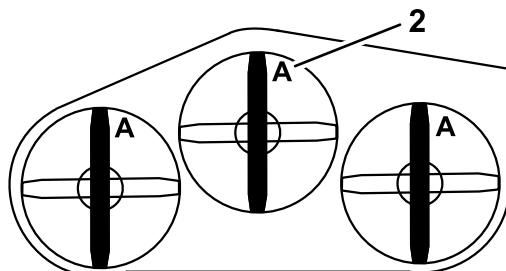

Figura 76
2. Mida desde una superficie nivelada hasta el filo de corte, posición A, de las cuchillas (Figura 76).